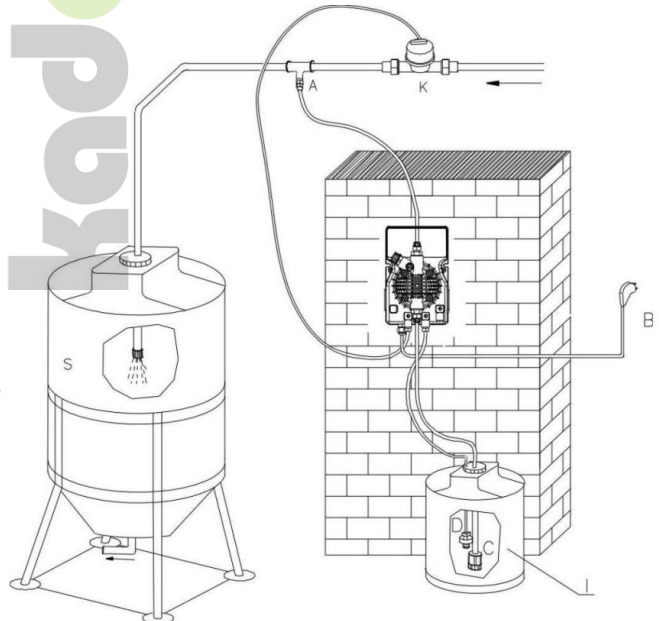

Abb. 14
6.2 - TYPISCHE INSTALLATION (Abb. 14)